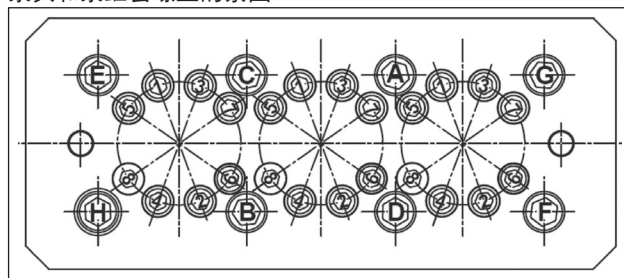

图51
- ** 泵头固定螺丝必须按照图51表中所述的步骤和顺序拧紧。
- *** 泵缸套固定螺丝必须按照图51表中所述的步骤和顺序拧紧。